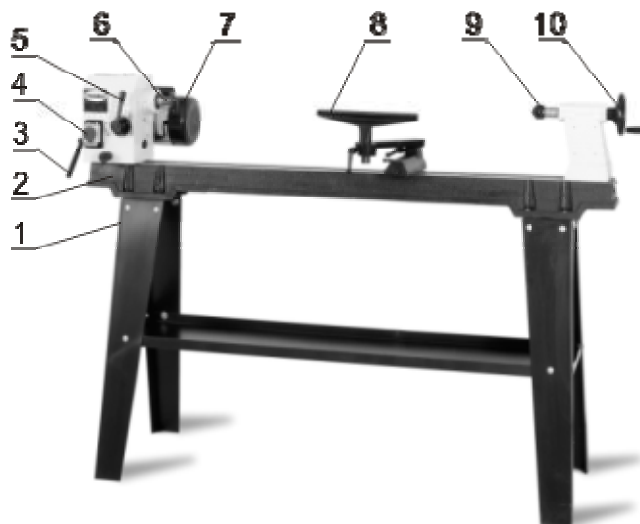

Рисунок 2
3.4. Краткое описание конструкции оборудования (см. рис. 2).